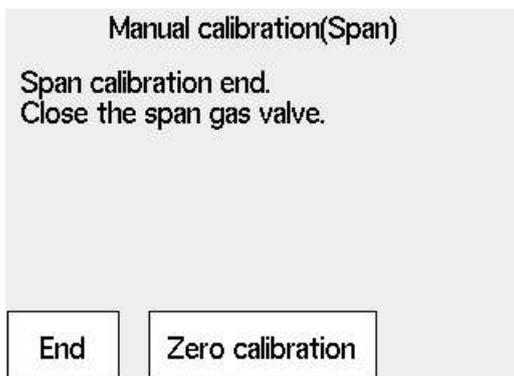

Figura 7.20 Calibração de referência concluída
- (5) Após o valor medido ter se estabilizado, pressione [Enter]. A tela da Figura 7.20 aparece. Neste ponto, o valor medido é corrigido para igualar a configuração de concentração do gás de referência. Feche a válvula de fluxo de gás de referência. A contraporca da válvula deve ser apertada completamente para que o gás de referência não vaze.